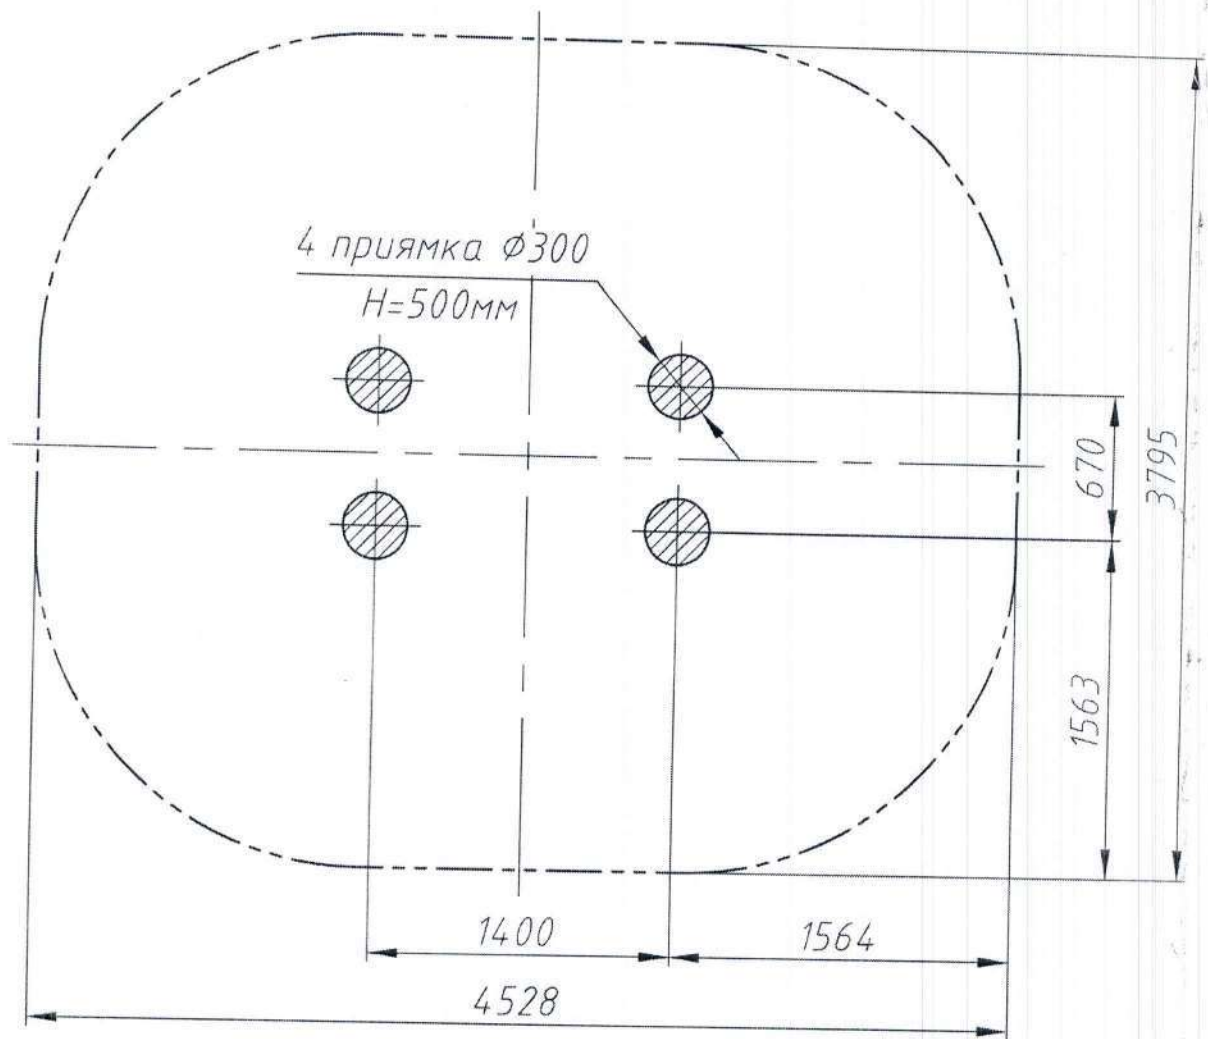

Рис.3 План фундамента Мостика подвесного РТР 072В
3.6. Монтаж мостика заключается в сборке его составных частей и бетонировании стоек **1** в грунт. Фундаментные прямки выполнить в соответствии с планом фундамента (рис. 3).